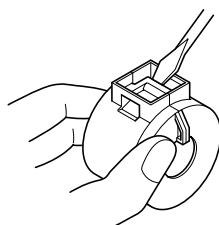

Fig. 3-1
- Les tores de ferrite sont livrés ouverts comme illustré en Fig. 3-2. Si un tore de ferrite n'est pas ouvert, utiliser un objet pointu pour forcer le verrouillage en plastique du tore de ferrite (Fig. 3-1). Ce faisant, prendre soin de ne pas endommager le tore en ferrite ni le verrouillage plastique.